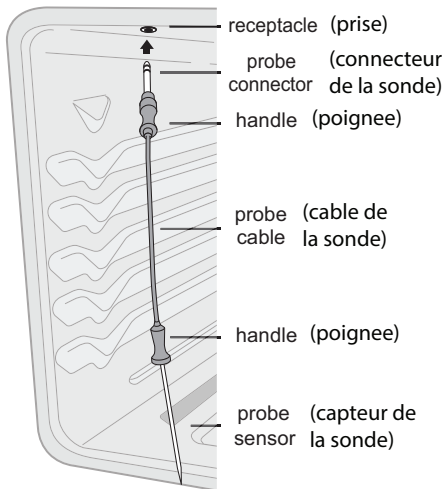

Figure 31 : Utilisation de la sonde
- N'utilisez pas d'ustensiles de cuisine pour tirer sur le câble ou les poignées de la sonde. Insérez et retirez toujours la sonde à l'aide de ses poignées (voir Figure 31).